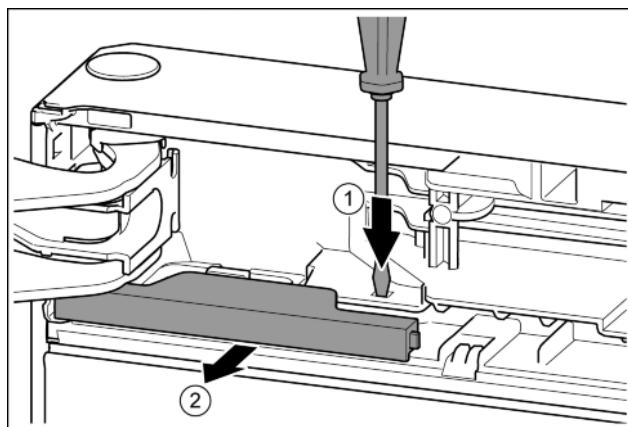

Fig. 10
- С плоската отвертка натиснете езичето. Fig. 10 (1)
- Извадете капака от фиксатора. Fig. 10 (2)